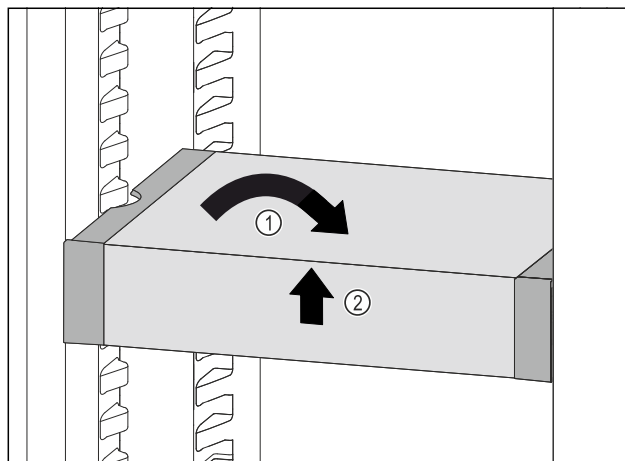

Fig. 57
- ▶ Poziționați drept VarioSafe. Fig. 57 (1)
- ▶ Ridicați în față VarioSafe. Fig. 57 (2)